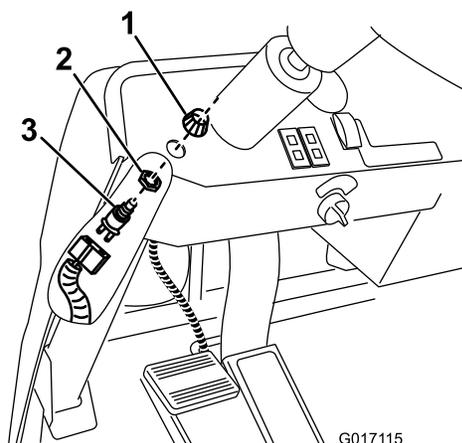

Figura 3
3. Enrosque a porca hexagonal plana maior nas roscas expostas do corpo do interruptor (Figura 3).
5. Ligue o conector plano, de duas ranhuras ao interruptor da buzina (Figura 3).
6. Mova o conjunto do interruptor sob o tablier e empurre-o através do furo (Figura 3).
7. Aparafuse a porca de face da buzina nas roscas do interruptor para prender o conjunto ao tablier (Figura 3).